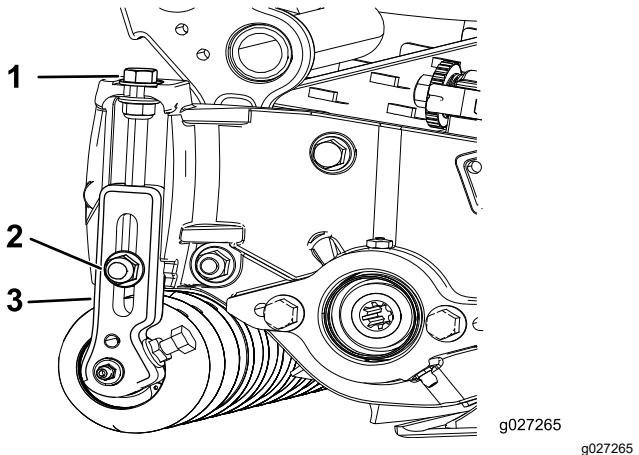

Figure 15
- Desserrez les contre-écrous qui fixent les supports de hauteur de coupe aux plaques latérales de l'unité de coupe (Figure 15).